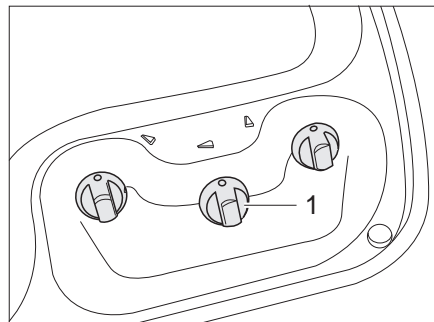
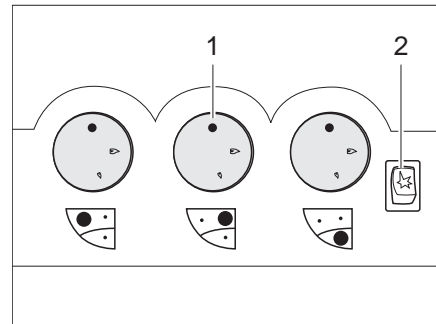

Bild 212 Bedienelemente für Gaskocher (Variante 1)
Bild 213 Bedienelemente für Gaskocher (Variante 2)
- Drehregler (Bild 212,1 oder Bild 213,1) der gewünschten Brennstelle auf Zündposition (große Flamme) drehen.
- Wenn eine Zündtaste (Bild 213,2) vorhanden ist: